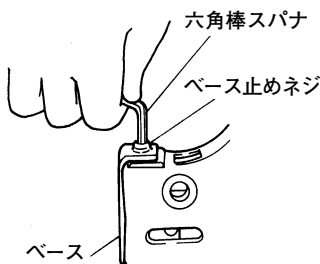
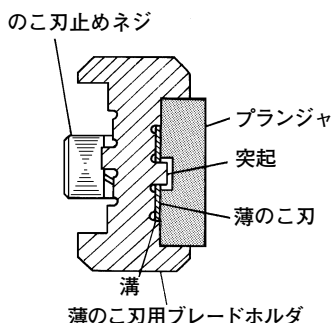

図 5
図 6
- (1) ベース止めネジをゆるめて、ベースを取りはずし、厚のこ刃用ブレードホルダを取り出します。(図5)
- (2) 薄のこ刃用ブレードホルダをプランジャに取付けます。
- (3) ベースを元のようにベース止めネジでしっかり固定します。
- (4) 薄のこ刃の穴を薄のこ刃用ブレードホルダの突起に入れ、薄のこ刃を溝にはめ込みます。(図6)
- (5) のこ刃止めネジを六角棒スパナで締付け、のこ刃を十分に固定します。